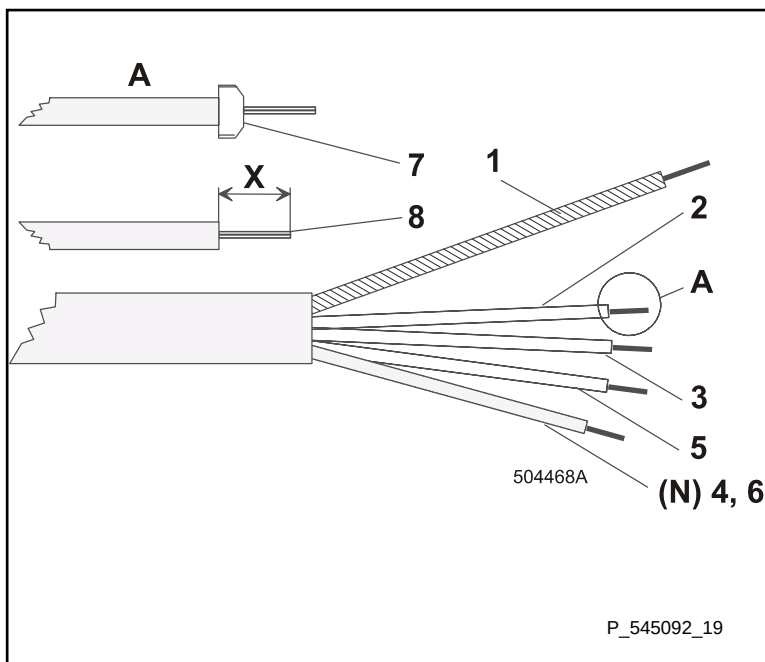

figura 3.6.C.
- Para la conexión use el cable con conductores de cobre. Arregle los extremos de los conductores según la figura 3.6.C. El conductor del color verde-amarillo siempre lo deje un poco más largo para que en el caso de un arranque causal del cable se desconecte como último. En el caso del uso del cable (conductores duros de cobre) aisle los diferentes hilos sólo para que después de la conexión del conductor con el equipo no salga la parte no aislada del borne (8 – cuota „X“). Usando un cable trenzado (conductores trenzados de cobre) puede aislar los diferentes hilos igual que en el cable o usar canillas de prensado (7). En tal caso tiene que usar canillas con la tubuladura aislada para impedir el contacto con la parte bajo tensión después de conectar el conductor.